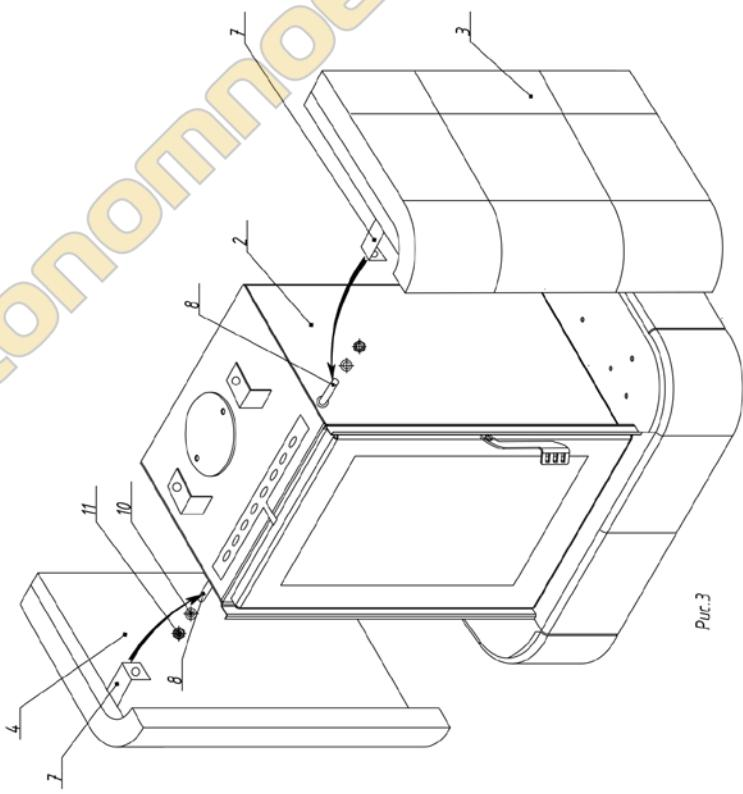

Рис. 3
4. Кронштейн 7 доковых панелей 3,4 крепится к бинту 8 на тонке 2 шайбами, гайкой 10,11 (Рис. 3)